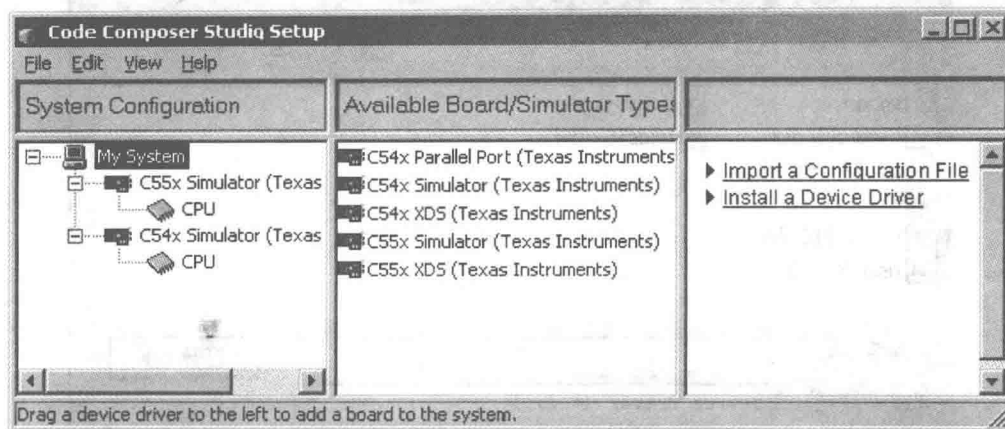
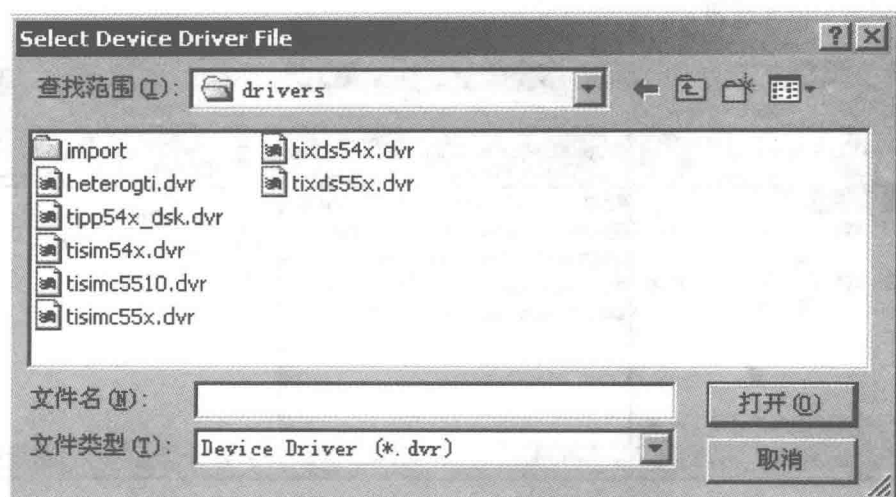
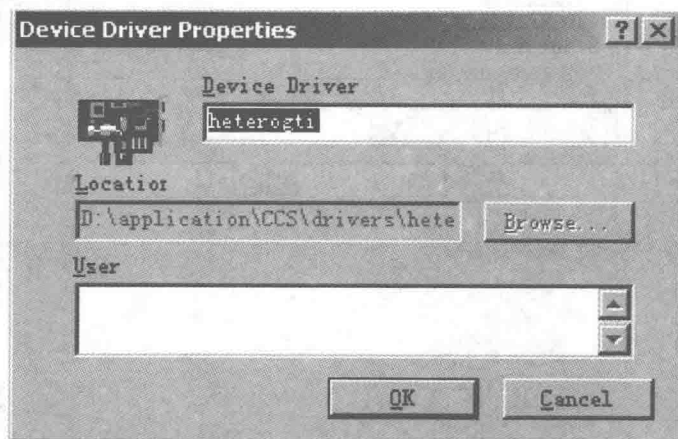
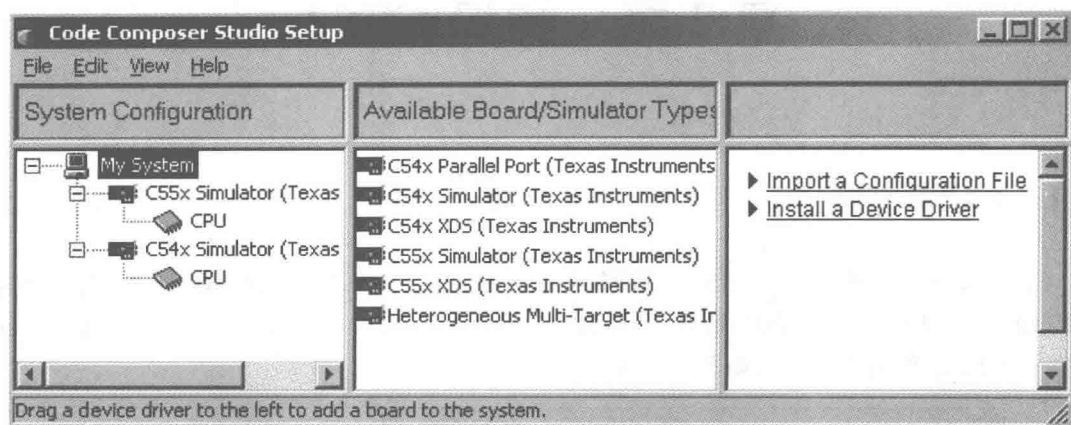

图 1.2 CCS2 配置界面
图 1.4 驱动程序配置对话框
图 1.5 驱动程序属性窗口
图 1.6 配置后的界面
双击桌面上的 Setup CCS2studio 图标,或者在开始菜单中运行 Setup Code Composer Studio 程序,可以激活 CCS2 的配置工具,配置界面如图 1.2 所示。
图 1.2 左边一栏中的 My System 表示系统配置;C55X Simulator/C54X Simulator 表示当前的仿真器目标板;CPU 表示相应的处理器。这个界面中列举了已经安装的可供选择的配置。改变当前的工作配置时,需要保存改变的配置才能生效。中间一栏表示已经安装的仿真器类型。图中是已经安装的 CCS2 自带的 TI 公司的 C54X 和 C55X 系列仿真器。右边一栏是配置命令/信息选项,单击 Import a Configuration File,便出现仿真器导入配置对话框。对话
单击 Install a Device Driver 选项,便出现驱动程序配置对话框,如图 1.4 所示。
(1) 双击桌面上的 Setup CCS2studio 图标,运行 CCS2 的配置程序,出现如图 1.2 所示的
(2) 选择 Edit→Install Driver 项,或者在如图 1.2 所示的配置界面的右边一栏单击 Install a Device Driver 选项,出现如图 1.4 所示的驱动程序配置对话框。选择需要的驱动程序,这里选 heterogti.dvr,会出现如图 1.5 所示的驱动程序属性窗口,在此可以为驱动程序重新命名。该驱动程序默认的名字是 Heterogeneous Multi - Target (Texas Instruments),单击 OK。
(3) 执行菜单命令 Edit→Add to System, Heterogeneous Multi - Target (Texas Instruments)便出现在 CCS2 配置界面的中间一栏,如图 1.6 所示(与图 1.2 对照,中间一栏多了 Heterogeneous Multi - Target (Texas Instruments)一项)。